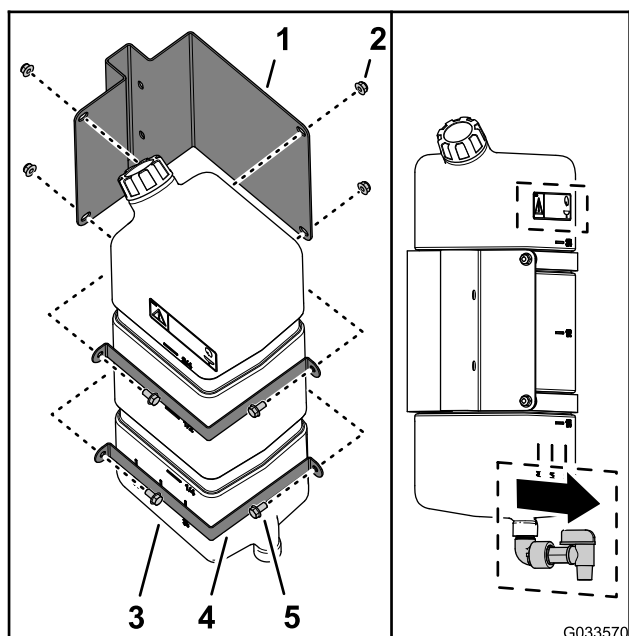

Figura 45
1. Monte el depósito de agua limpia en el soporte con las 2 pletinas de montaje, 4 pernos con arandela prensada (5/16" x 5/8") y 4 contratuercas con arandela prensada (5/16"), como se muestra en la Figura 45.